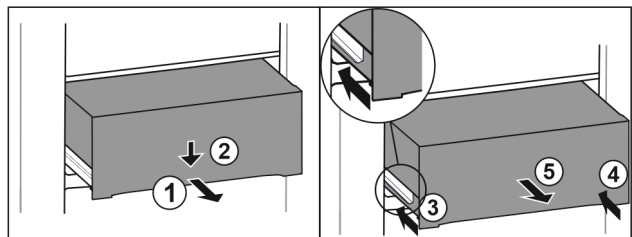

Fig. 188
- ▶ Tirer le tiroir jusqu'à mi-chemin. *Fig. 188 (1)*
- ▶ Appuyer sur l'avant du tiroir vers le bas. *Fig. 188 (2)*
- ▶ Insérer le rail gauche d'env. 2 cm. *Fig. 188 (3)*
- ▶ Insérer le rail droit d'env. 2 cm. *Fig. 188 (4)*
- ▶ Retirer le tiroir par l'avant. *Fig. 188 (5)*